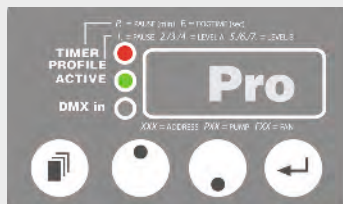

Abb. 5: Profile Modus
- ☞ **Mode-Taste [13]**: Betätigen bis Pro auf Display erscheint (s. Abb. 5)